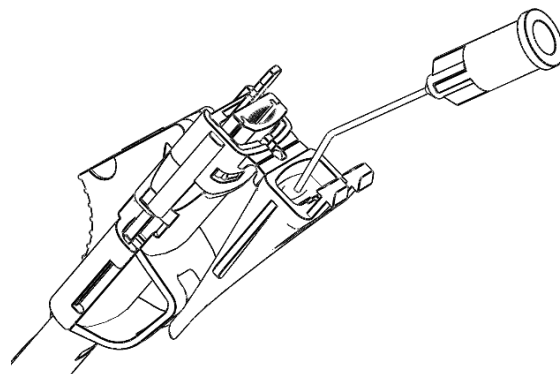

Fig. 3
5. Inyecte material viscoelástico en la boquilla del cartucho desde la parte posterior, como se muestra en la Fig. 3.